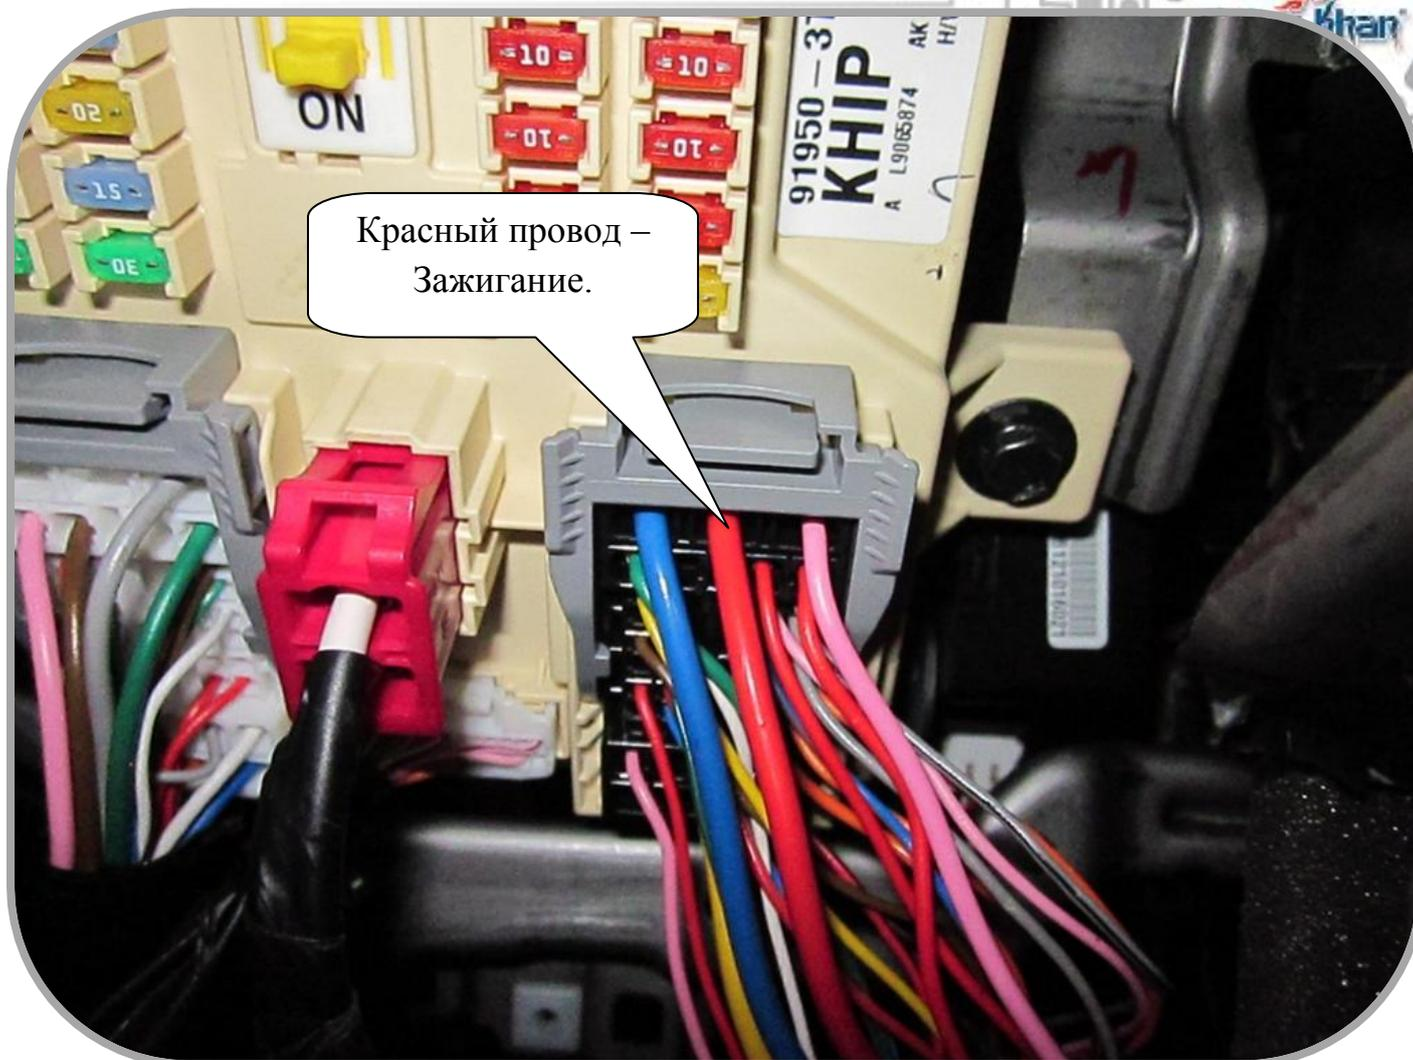

Рис.4 Расположение провода зажигания в разьеме «D» блока предохранителей.
- ***Зеленый провод из разъема Cn 5 системы Scher-Khan Logicar 4 подключить к красному толстому проводу в разъеме D (front) блока предохранителей. См. Рис. 4***